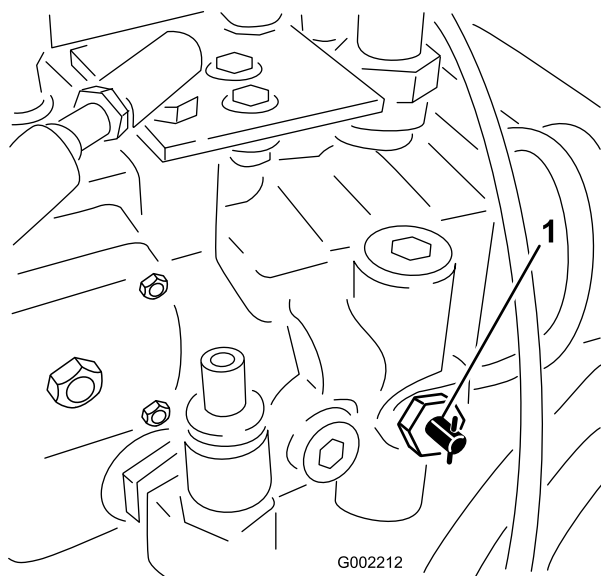

Figure 25
1. Tournez la vanne de remorquage (Figure 25) de 90° dans un sens ou dans l'autre pour l'ouvrir.